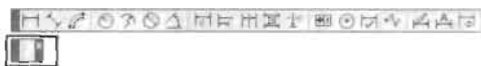

图 19-22
- (5) 单击“应用”按钮，一个空的新工具栏会出现在屏幕上，如图 19-22 所示。